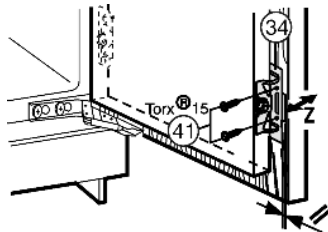

Fig. 28
Cornière de fixation: Fig. 28 (34) Veiller à l'affleurement des deux arêtes métalliques; symbole // :
- ▶ Visser la porte de l'appareil sur la porte du meuble à l'aide de vis Fig. 28 (41) au travers des cornières de fixation Fig. 28 (34).